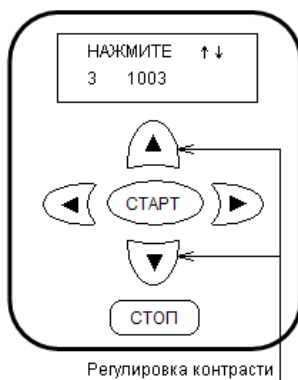

Рис. 31
- нажать кнопку «СТАРТ», на дисплее будет надпись: НАЖМИТЕ «БОЛЬШЕ», «МЕНЬШЕ», в нижнем углу экрана меняющаяся цифра 3,4 для визуального контроля контрастности и скорости переключения дисплея и, в середине нижней строки, значение кода контрастности дисплея, пример на рис.31.